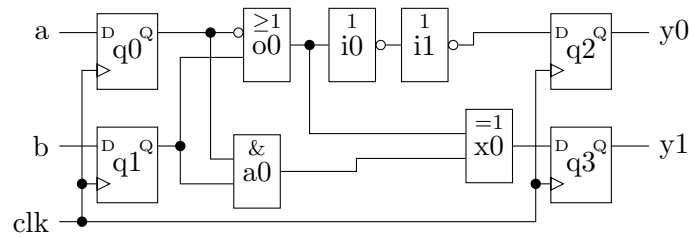

Abbildung 8: Schaltung mit zusätzlichen Invertern zur Verhinderung der Holdverletzung
d) Um die Holdzeitverletzung zu verhindern, kann man das Signal am D Eingang von q2 durch zusätzliche Inverter im Pfad zusätzlich verzögern. Dabei müssen die Inverter paarweise eingesetzt werden um die Funktion der Schaltung nicht zu ändern. In Abbildung 8 sind zwei zusätzliche Inverter eingezeichnet.